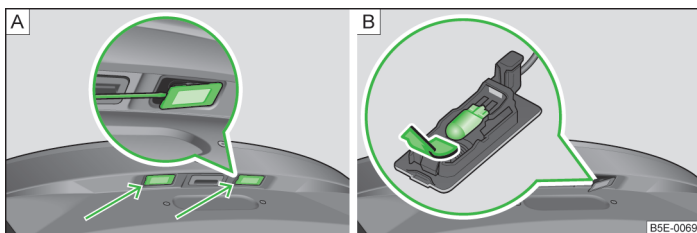

Fig. 218 Demontarea lămpii pentru numărul de înmatriculare / Înlocuirea becului
- > Așezați o șurubelniță dreaptă în locul marcat cu săgeată » fig. 218 - [A], apăsați ușor și deblocați arcul.
- > Scoateți becul defect din suport, trăgând în sensul săgeții » fig. 218 - [B].